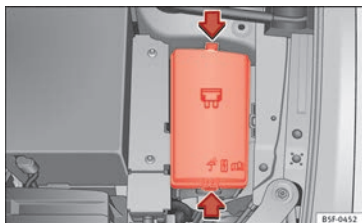

Fig. 101 Dans le compartiment moteur : cache du boîtier de fusibles.
- Appuyez sur les languettes de verrouillage pour déverrouiller le cache de la boîte à fusibles » **fig. 101**.